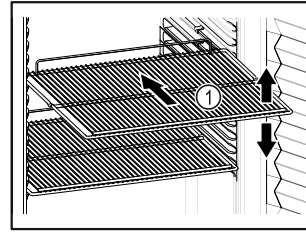

Fig. 61 Приблизне відображення
- ❑ Якщо решітки для зберігання Fig. 61 (1) знімні, відрегулювати по висоті.